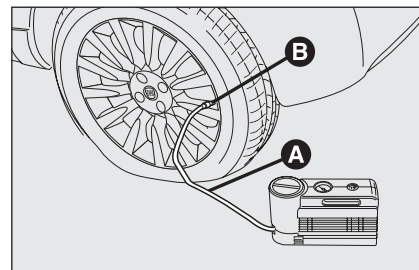

fig. 13
- ❑ **Accione el freno de mano.** Afloje el capuchón de la válvula del neumático, saque el tubo flexible de llenado **A**-fig. 13 y apriete el casquillo **B** en la válvula del neumático;